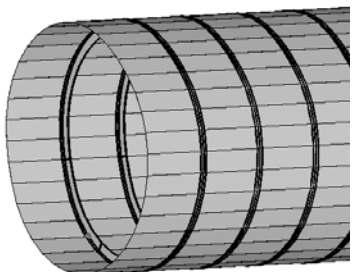
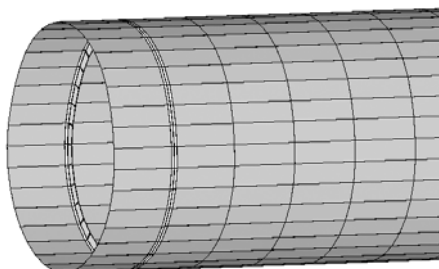

图 7-8 确定梁截面的摆放方向
图 7-9 创建该机身框位置上的 CBAR
- (1) 在模型浏览器中选中 `M_frame_T` 并右击，然后选择 `Make Current`。
- (2) 选择 `1D>bars>bar2`。
- (3) 单击 `property=`，选择 `frame_T`。
- (4) 单击 `elem types=`，选择 `CBAR`。
- (5) 在 `orientation` 下拉菜单选择 `vector>y-axis`，确定梁截面的摆放方向。
- (6) 把视图调整到如图 7-8 所示角度，使得 T 形截面框在图形区域左边。
- (7) 在左端面的第二排节点处创建梁单元，该节点处也就是几何框的摆放位置处。
- (8) 确保 `node A` 已经激活，选择左端面第二排的任一节点，然后激活 `node B`，选中与 `node A` 节点顺时针方向相连的节点，此时自动生成一个 `CBAR` 单元。
- (9) 创建下一个 `CBAR` 单元，以上一步的 `node B` 节点为新的 `node A` 节点，以上一步 `node B` 节点顺时针方向相连的节点为新的 `node B` 节点，此时生成第二个 `CBAR` 单元。
- (10) 按照 (8) ~ (9) 步所述的方法创建该机身框位置上其他的 `CBAR`，直到该位置上的 `CBAR` 单元首尾相连成一圈，如图 7-9 所示。